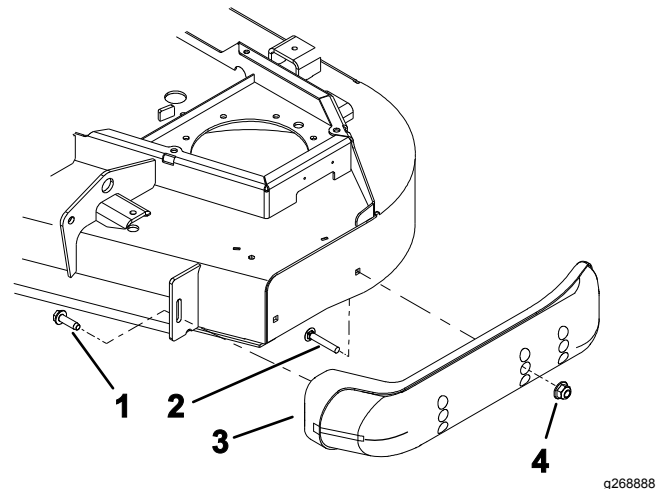

Bild 12
3. Lösen Sie die Schraube vorne an jeder Kufe (Bild 12).
5. Bewegen Sie jede Kufe in die gewünschte Stellung und befestigen Sie sie mit den Bundkopfschrauben und Muttern (Bild 12).